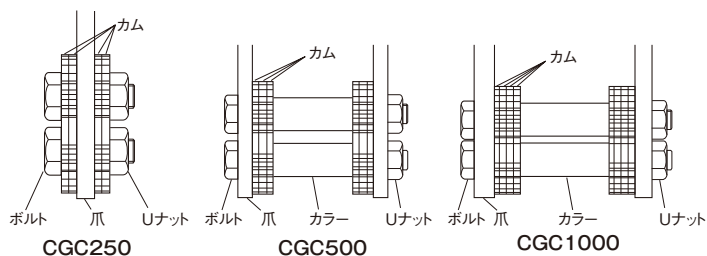

図4
- ① ボルト・Uナットを緩めカムを取り外して下さい。(図4)